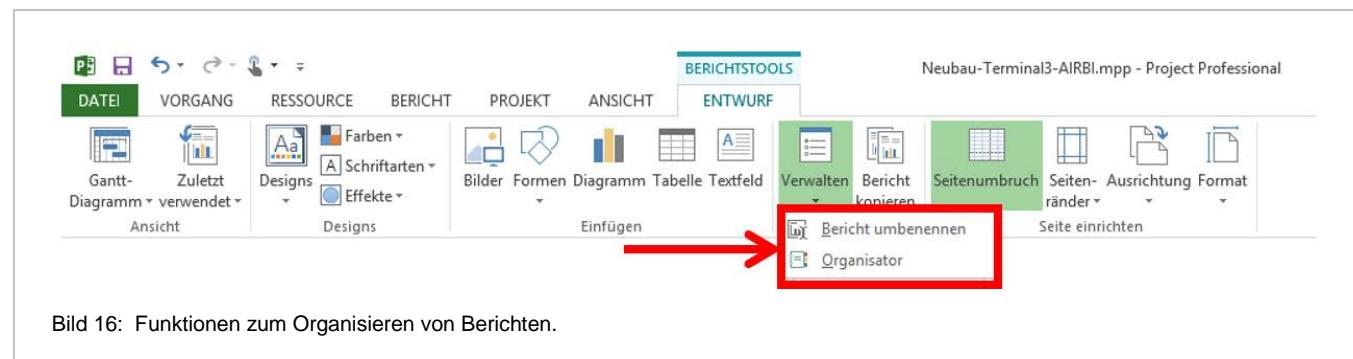
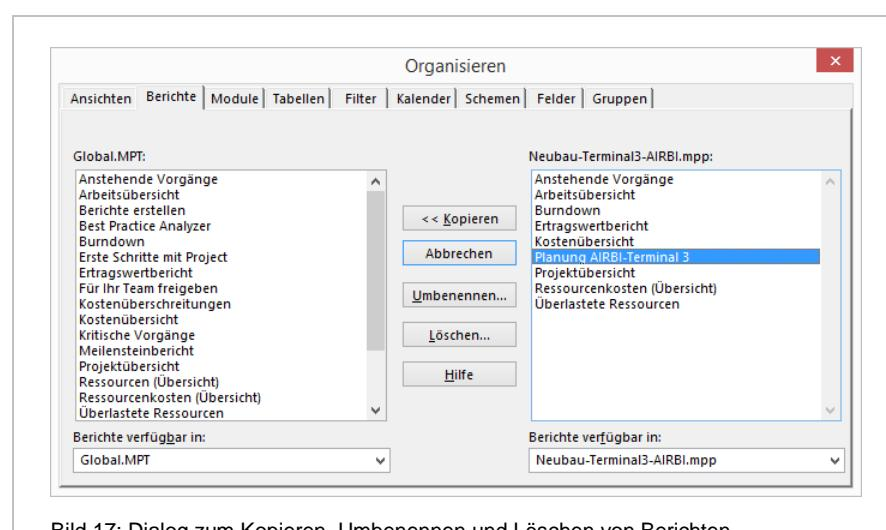

Bild 16: Funktionen zum Organisieren von Berichten.
Bild 17: Dialog zum Kopieren, Umbenennen und Löschen von Berichten.
- Wählen Sie im Register *Tabellentools / Entwurf* die Schaltfläche *Verwalten* und klicken Sie auf die Unterschaltfläche *Organisator* (Bild 16). Es öffnet sich die Dialogbox *Organisieren* (Bild 17)